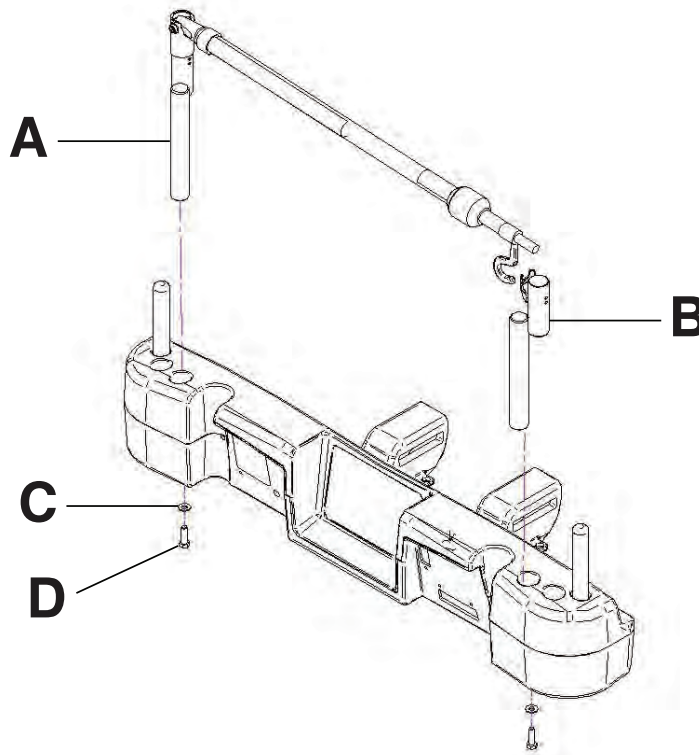

Figure 2-119 : Support de perfusion à deux positions (côté gauche illustré)
1. À l'aide de la clé à cliquet de 3/8 po. et de la douille de 1/2 po., installer une rondelle (C) et un boulon (D) pour fixer le support de perfusion dans le logement situé du côté tête du produit (A) (Figure 2-119 à la page 2-112).
2. À l'aide de la clé à cliquet de 3/8 po. et de la douille de 1/2 po., installer une rondelle (C) et un boulon (D) pour fixer le support de perfusion dans le logement situé du côté tête du produit (B) (Figure 2-119 à la page 2-112).